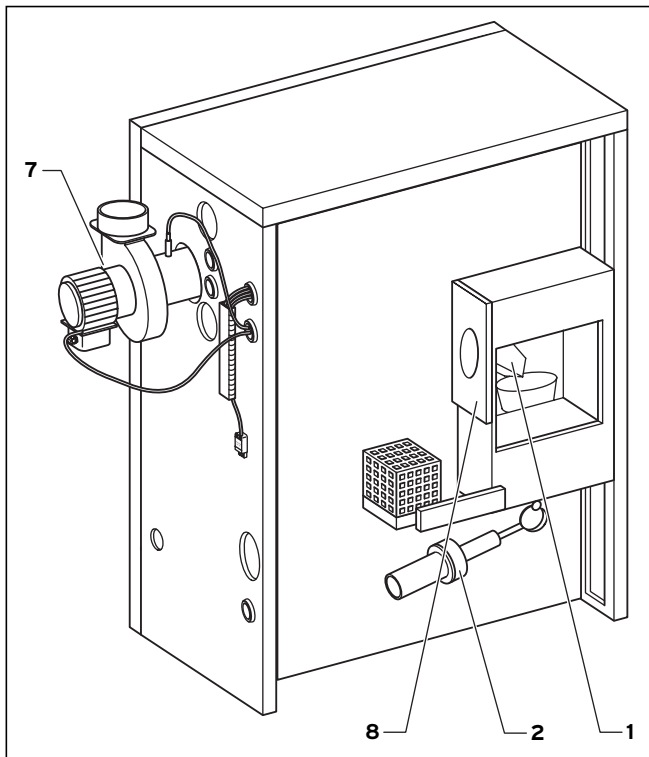

Abb. 5.4 Funktionselemente des Pelletkessels mit Saugaustragung oder Handbeschickung
Flanschverbindung: Die Flanschverbindung (4) verbindet die Einschiebschnecke (3) aus dem Vorratsbehälter mit dem Fallschacht (1, Abb. 5.4) des Pelletkessels.
Flanschverbindung: Die Flanschverbindung (4) verbindet die Einschubschnecke (3) aus dem Vorratsbehälter mit dem Fallschacht (1, Abb. 5.4) des Pelletkessels.